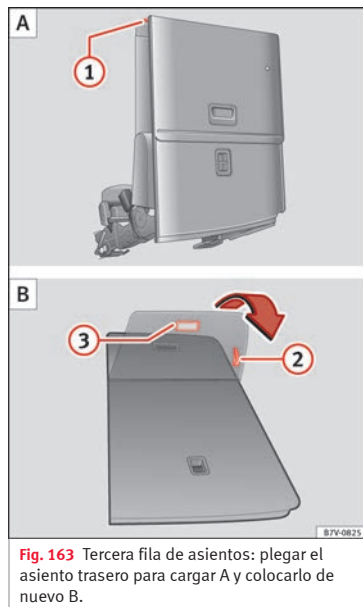

Fig. 163 Tercera fila de asientos: plegar el asiento trasero para cargar A y colocarlo de nuevo B.
- En caso necesario tire de la palanca » fig. 163 ② para desplazar la banqueta hacia la posición deseada.
- Retire los objetos de la zona reposapiés situada delante y detrás del asiento trasero » » » ❶.
- Tire de la palanca » » » fig. 163 ❶ hacia arriba y pliegue el respaldo hacia delante. El asiento trasero se pliega hacia delante » » » ⚠ y el cojín se mueve también hacia delante.
- Tire del asa » » » fig. 163 ❷ para recolocar la bandeja del asiento.
- Tire del asidero » » » fig. 163 ❸. El asiento completo se pliega hacia atrás.